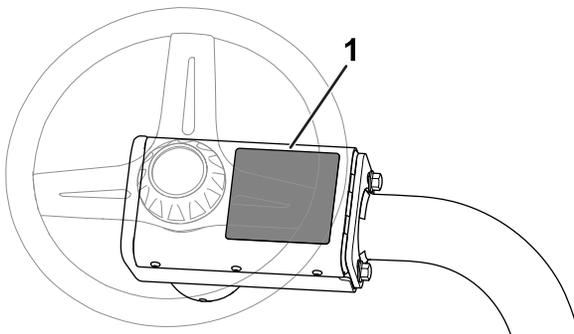

図 9
- CE 警告デカルP/N 136-8505を、既存の警告デカルP/N 136-8506の上から貼り付ける。 図 9 は警告デカルの貼り付け位置を示す。